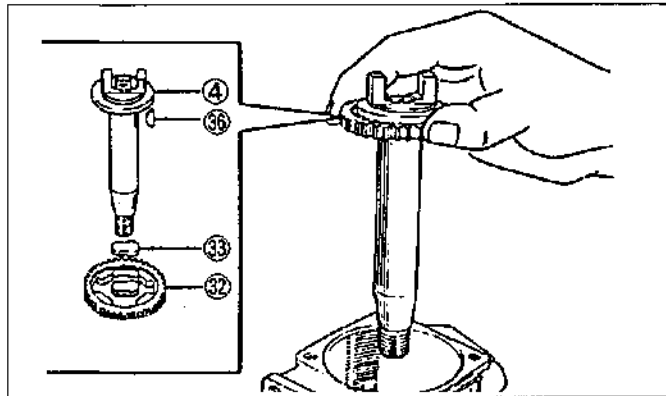

Figura.12-23 Extracción del eje de impulsión
Extraiga el eje de impulsión ④, chaveta de la bomba de alimentación ③⑥, engranaje ③② y amortiguadores de goma ③③ tirando de ellos recto hacia arriba. (Vea la figura.12-23)